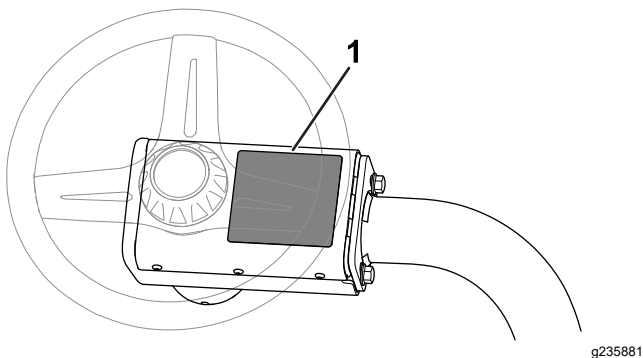

Figura 13
- Aplicai eticheta de avertizare CE (nr. piesă 136-8505) peste autocolantul de avertizare existent (nr. piesă 136-8506;) consultai Figura 13.